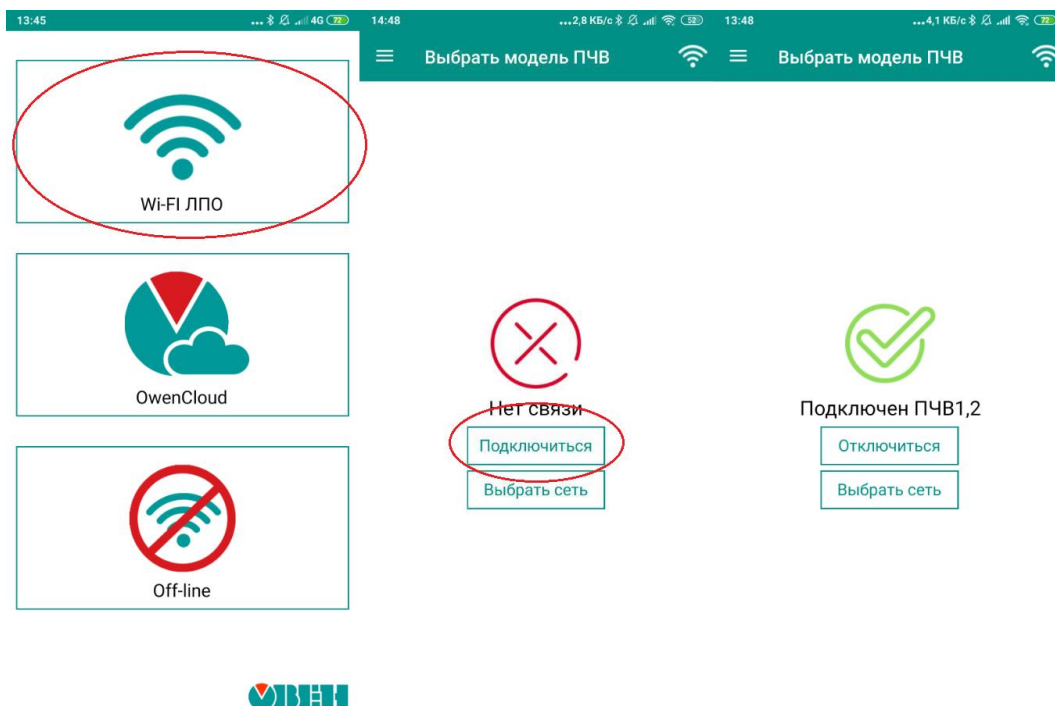

Рисунок 4. Подключение к ЛПО1В.
6. Выполнить подключение к ЛПО (Рис. 4).